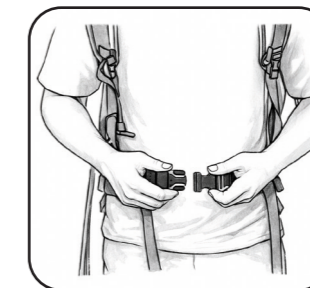

Рисунок 2.2.1. Регулировка
2. Застегните пряжку поясного ремня и отрегулируйте его длину так, чтобы ранцевый аккумулятор плотно и надежно располагался на бедрах (рис. 2.2.1./ 2.2.2.).